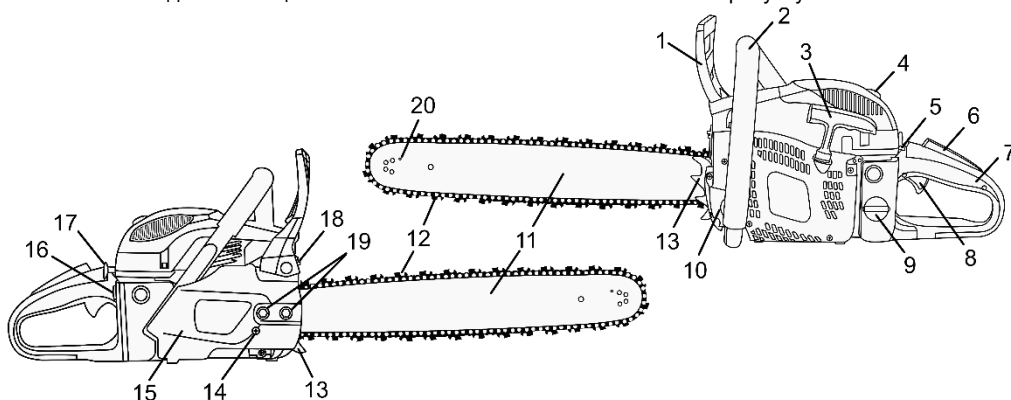
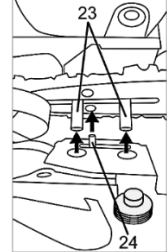

Рисунок 1
Рисунок 4
- Потягніть руків'я гальма (1, рисунок 1) в бік переднього руків'я (2, рисунок 1), щоб переконатися, що гальмо ланцюга вимкнуте.
- Відкрутіть гайки (19, рисунок 1), що кріплять кришку зчеплення (15, рисунок 1), та зніміть її.
- Відрегулюйте гвинт натягу ланцюга (14, рисунок 1) на боковій частині кришки зчеплення таким чином, щоб штифт натягу ланцюга (24, рисунок 4) сумістився з відповідним отвором напрямної шини. При цьому отвори на кришці зчеплення повинні збігатися з напрямними гвинтами (23, рисунок 4).
- Вставте штифт механізму натягу ланцюга (24, рисунок 4) в спеціальний отвір на напрямній шині та одягніть кришку зчеплення. Вручну нагвинтіть гайки фіксації кришки зчеплення (19, рисунок 1).
- Обертаючи гвинт натягу ланцюга (14, рисунок 1) за годинниковою стрілкою, натягніть ланцюг до тих пір, поки він не буде щільно прилягати до нижньої сторони напрямної шини. Перевірте натяг, протягнувши ланцюг вгору.
При кожній заправці паливом обов'язково перевіряйте та доливайте оливу для змащування ланцюга. Кришка горловини масляного бака (10, рисунок 1) позначена відповідним зображенням. Рекомендовано використовувати тільки спеціальну оливу для ланцюгів. Олива для ланцюгів значно знижує тертя та нагрів ланцюга та напрямної шини, полегшує їх очищення від стружки та пилу, надійно захищає від корозії та придатна до всесезонного використання.
- Перевірте, щоб гальмо ланцюга (1, рисунок 1) правильно функціонувало (увімкнене – важіль захисного пристрою (1) переведений уперед (убік пиляльної гарнітури), вимкнено – важіль переведений назад (убік руків'я)).
- Вимикач запалювання (5, рисунок 1) переведіть в положення «Увімкнене» («I», «ON»).
- Повністю витягніть ручку повітряної заслінки карбюратора (17, рисунок 1) (положення «СНОК» – повітряна заслінка повністю закрита).
- Декілька разів натисніть на праймер (паливний насос 16, рисунок 1), доки він частково не заповниться паливом. Праймер, заповнений паливом більш ніж на половину, свідчить, що до карбюратора надійшло паливо.